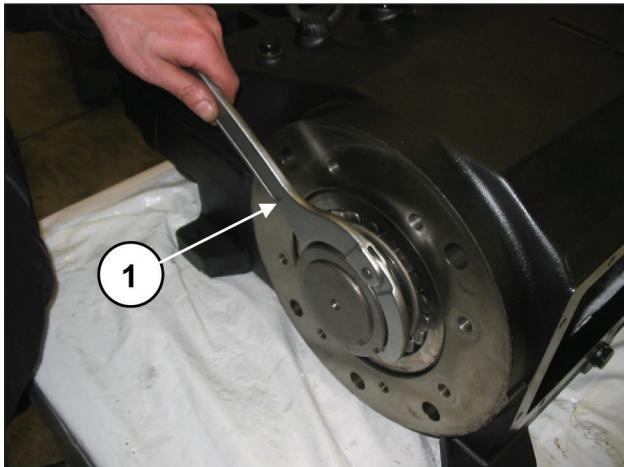
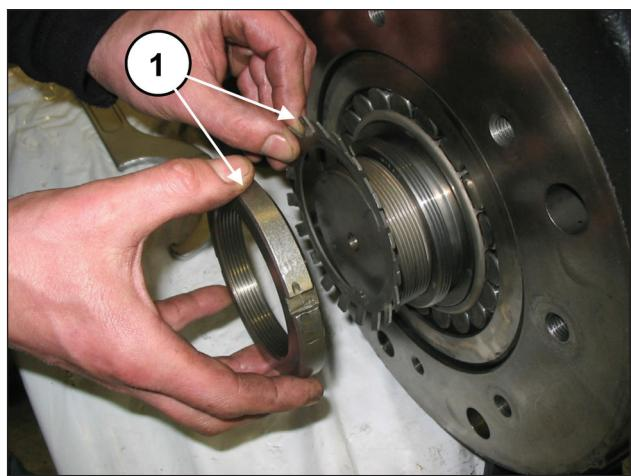

图18
图19
使用专用扳手，拧松锁定环形螺母（①，图18），然后拆除环形螺母和安全垫圈（①，图19）。